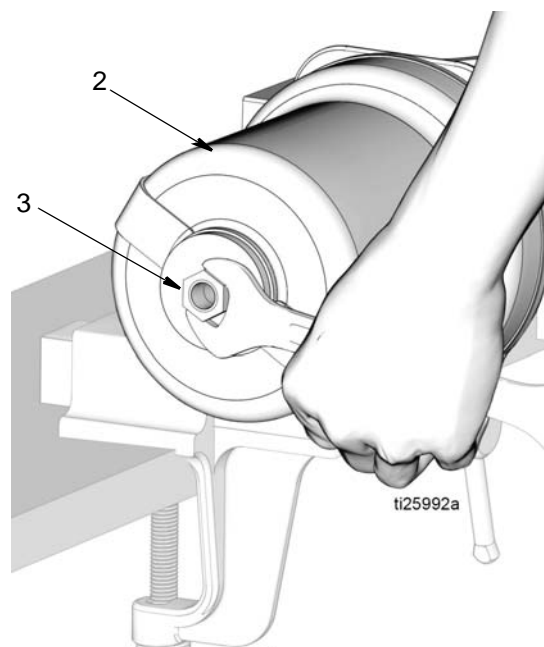

Рис. 15
12. Откройте стопорную гайку поршня (3) с верхней части пневматического цилиндра (2) (Рис. 15).